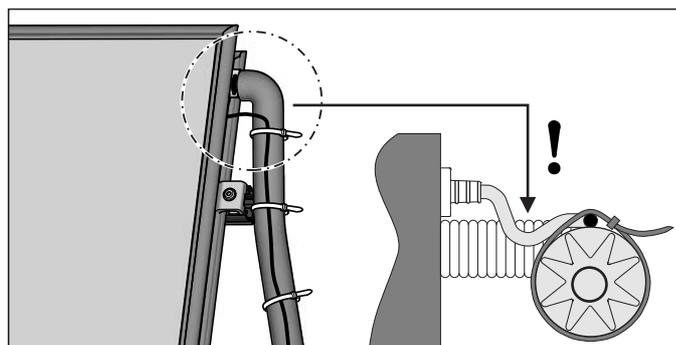

Fig. 4-22 Passo de trabalho 3
- Na condução do cabo, ter cuidado para que não possa correr água da chuva para o local de encaixe do sensor (instalar com o cotovelo de gotejamento, ver fig. 4-22).